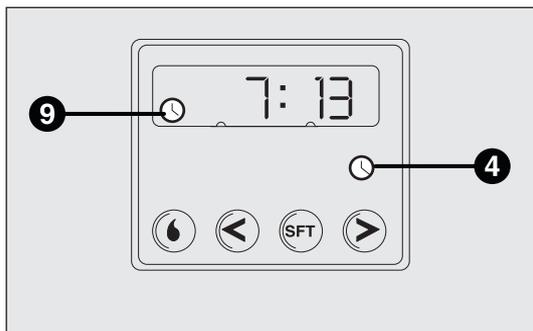

fig. 57
- Pulse el botón 4: se encenderá la pantalla y el testigo 9-fig. 57;
Lectura de la hora actual fig. 57